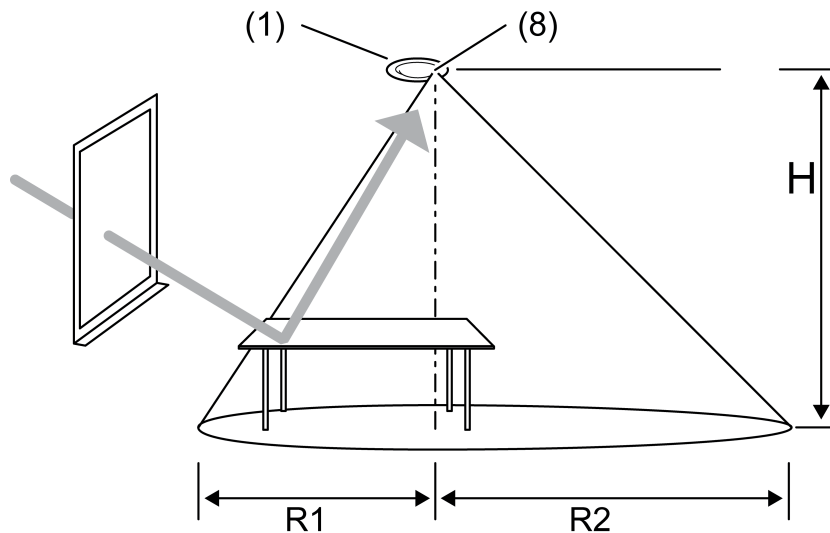

Figure 3
- Lors du montage, orienter l'appareil de telle sorte que le capteur de luminosité (8) ne soit pas orienté vers la fenêtre (figure 3).